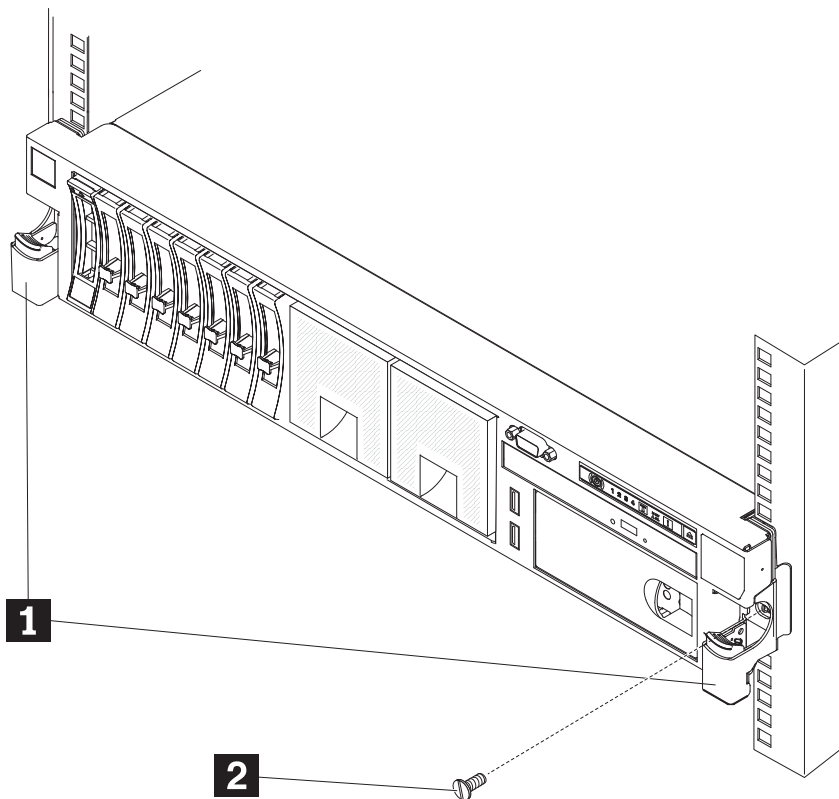

図 9. ラックからのノードの取り出しと前部ねじの取り外し
2. オプション: 図 9 に示すように、前部のねじを取り外し、ノードをスライドさせてラックから取り出します。